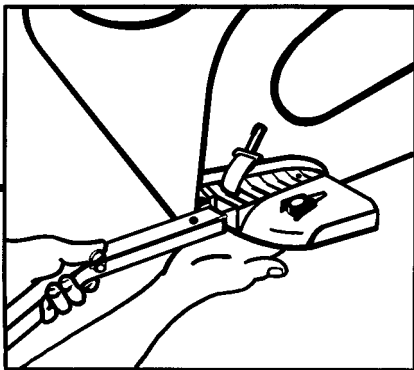

Abb. 4
1. Deichsel gerade in die Deichselaufnahme führen (siehe Abb. 4).